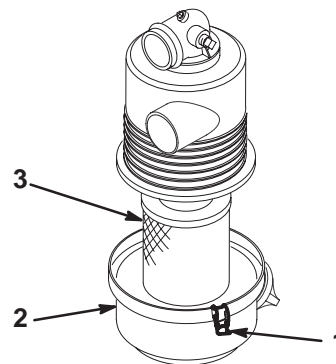

Figure 28
3. Desserrez les fixations qui maintiennent le couvercle sur le corps du filtre à air. Ôtez le couvercle du corps et nettoyez l'intérieur du couvercle (Fig. 28).
4. Sortez l'élément filtrant du corps du filtre avec précaution pour ne pas déloger trop de poussière (Fig. 28). Évitez de cogner l'élément contre les parois du filtre.